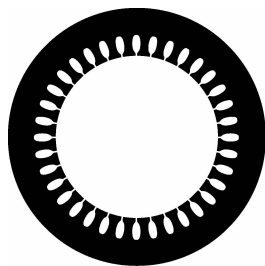

图 3-16 定子冲片
(1) 定子铁心。定子铁心构成电动机磁路的一部分,铁心槽内嵌放绕组。为减少铁心损耗,一般由 0.5 mm 厚的彼此绝缘的、导磁性能较好的硅钢片叠压而成。定子冲片如图 3-16 所示,定子铁心安装在机座内。
(2) 定子绕组。定子绕组构成电动机的电路,通入三相交流电后在电机内产生旋转磁场。高强度漆包线绕制而成的线圈嵌放在